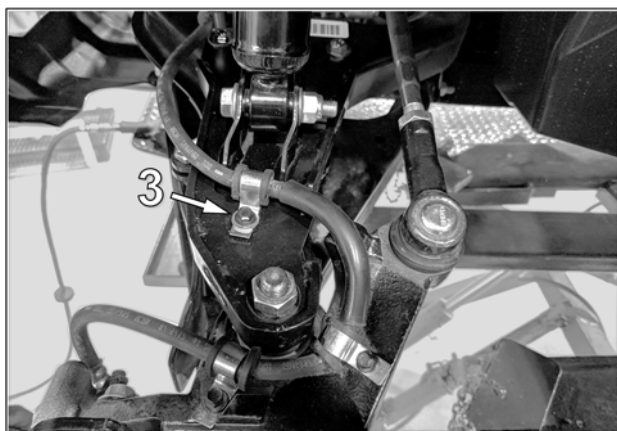

Fig. 23
11. Inverser la bride de boyau de frein de 180° et réinstaller le boulon (3) de fixation. Voir la Fig. 23.